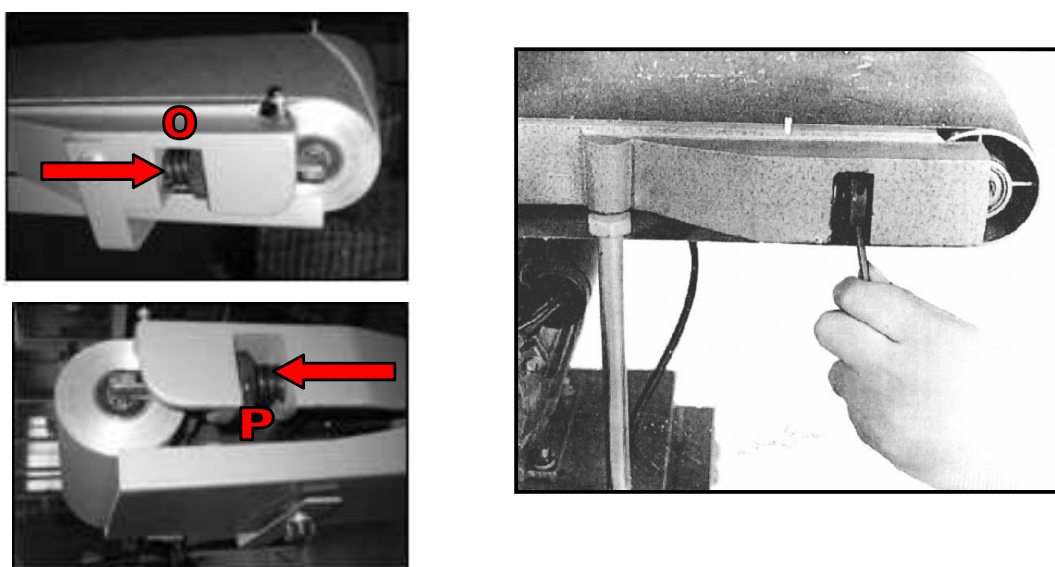

Figura 24 – Regolazione delle ghiera tendi-nastro Art. 0662.
3. Spostate la leva (M) a sinistra (dalla parte del motore elettrico) per mettere in tensione il nastro abrasivo.
5. Se il nastro tende a sfilarsi, movendosi verso il disco abrasivo, ruotate le ghiera tendi-nastro utilizzando una chiave a brugola, come mostrato in figura 24.